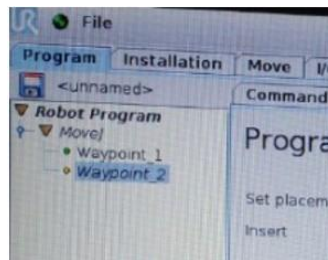

Figura 17: Crear Waypoint2
- 1.11. Se crea el *Waypoint_2* que se puede observar en el panel a mano izquierda de la interfaz, como se ve en la Figura 17.